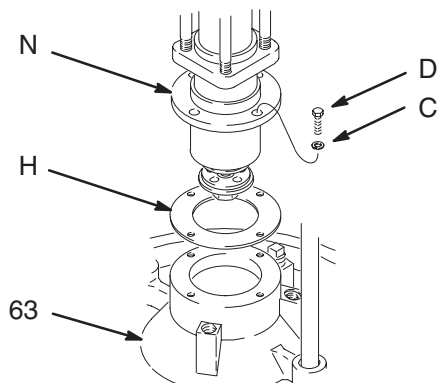

Fig. 7
1. Coloque las ménsulas de montaje (57) de forma que la parte superior de la bomba esté despejada de la viga de soporte (3).
2. Sujete el motor a las ménsulas de montaje (57) o a la placa de montaje con las piezas de sujeción suministradas, según sea pertinente.
3. Afloje los tornillos de fijación de la ménsula de montaje (35), y baje cuidadosamente la bomba hasta que la válvula de admisión esté por debajo de la junta (H), y entonces apriete los tornillos de fijación.
4. Alinee los orificios de la brida del alojamiento de admisión (N) con los de la junta (H) y los de la placa del "ram" (63). Apriete firmemente a la placa del "ram" usando los cuatro tornillos (D) y las arandelas (C). Vea la Fig. 7.